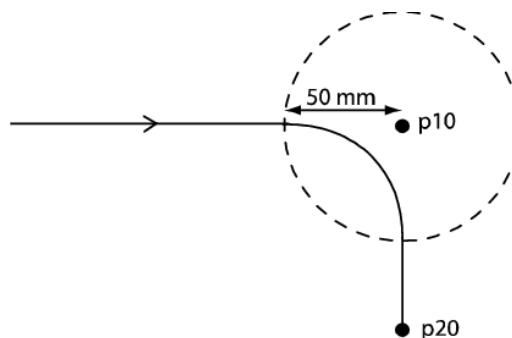

Figura 9. Concepto de tamaño de la zona de paso (zonedata). Se usan valores predefinidos y
- **Tamaño de la zona de paso:** Tipo de dato *zonedata* que sirve para trabajar con puntos de paso, en los que no es imprescindible que el TCP pase exactamente por el punto especificado, sino que puede hacerlo por sus inmediaciones. Se da en distancia (mm), que indica a qué distancia del punto destino se puede iniciar el movimiento hacia el siguiente punto (Figura 9). Permite que los tiempos se acorten. Cuando se necesita parar en un punto se usa "fine".